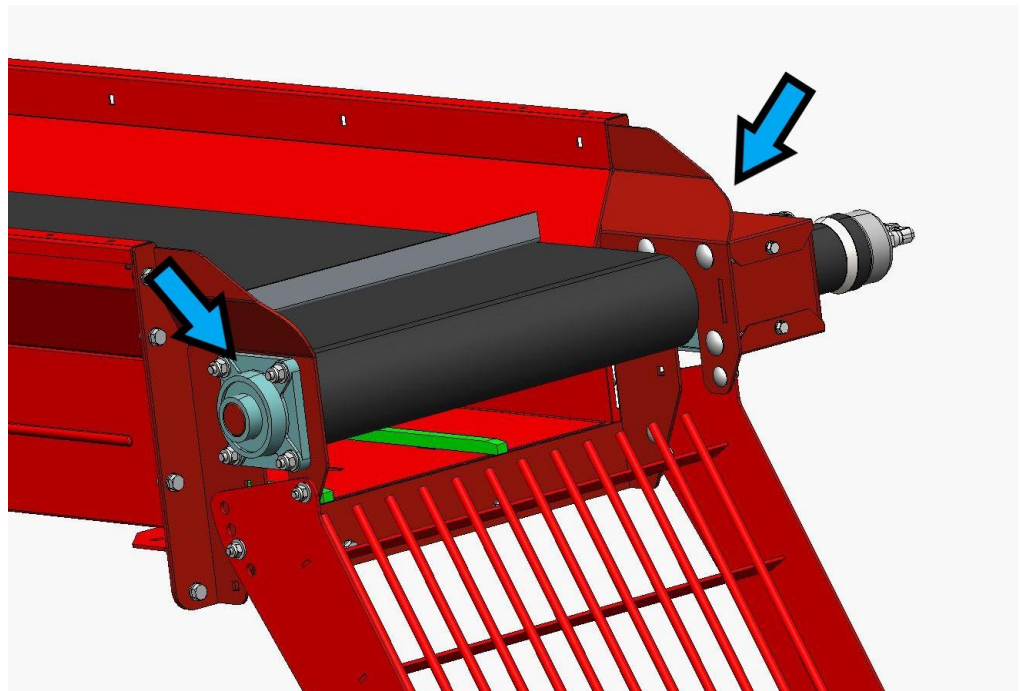

Рис. 12.
4. Штифты верхнего ролика (2 шт. на рис. 12).